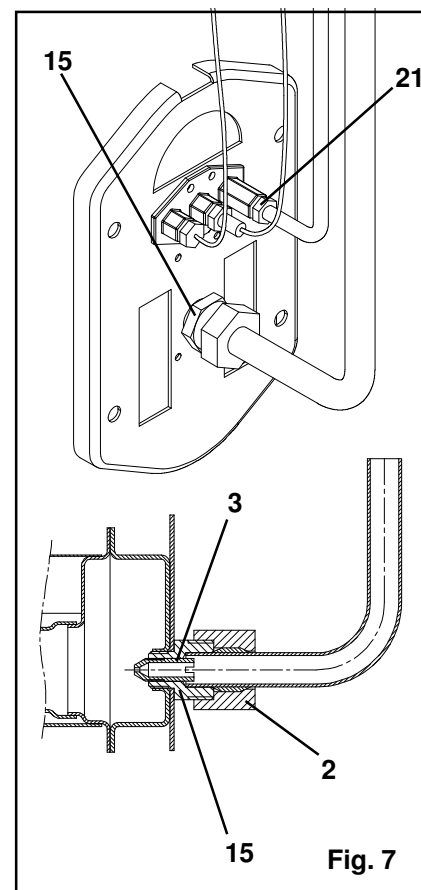

Fig. 7
Remplacer l'injecteur 15 Fig. 7, par celui correspondant au nouveau gaz indiqué dans le tableau III. Pour ce faire :
- Dévisser l'écrou rep. 2 Fig. 7 bis, tout en maintenant le support injecteur rep. 15 Fig. 7 bis.
- Démontez à l'aide d'un tournevis l'injecteur rep. 3 Fig. 7 bis puis le remplacer par celui correspondant au nouveau gaz indiqué dans le tableau III.
Démontez le raccord 21 Fig. 7 du tube de veilleuse, en dégageant le tube l'injecteur sort, le remplacer par celui correspondant. Remonter le raccord.
- Déserrer les vis rep. 10 Fig. 7 bis puis glisser la plaque anti-sifflement rep. 9 Fig. 7 bis entre le flasque et les vis.
Fig. 7 bis